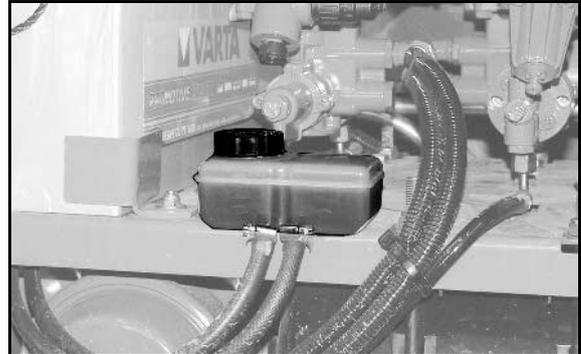

Fig. 181
- Assicurarsi che il cric sia innestato saldamente nella boccia (Fig. 181/1).